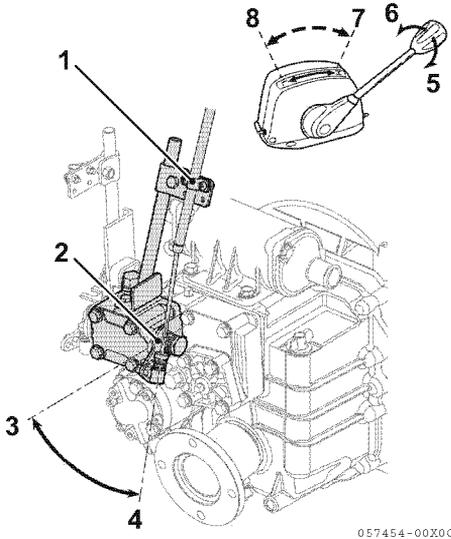

Abbildung 10
1. Stellen Sie sicher, dass sich der Trollinghebel (**Abbildung 10, (2)**) auf der Position für hohe Drehzahl (**Abbildung 10, (4)**) befindet, wenn der Trolling-Fernbedienungshebel auf hoher Drehzahl steht (**Abbildung 10, (7)**).
2. Stellen Sie sicher, dass sich der Trollinghebel auf der Position für niedrige Drehzahl (**Abbildung 10, (3)**) befindet, wenn der Trolling-Fernbedienungshebel auf niedriger Drehzahl steht (**Abbildung 10, (8)**).
3. Zum Einstellen die Einstellschraube der Kabelverschraubung lösen (**Abbildung 10, (1)**) und die Position des Kabels einstellen.